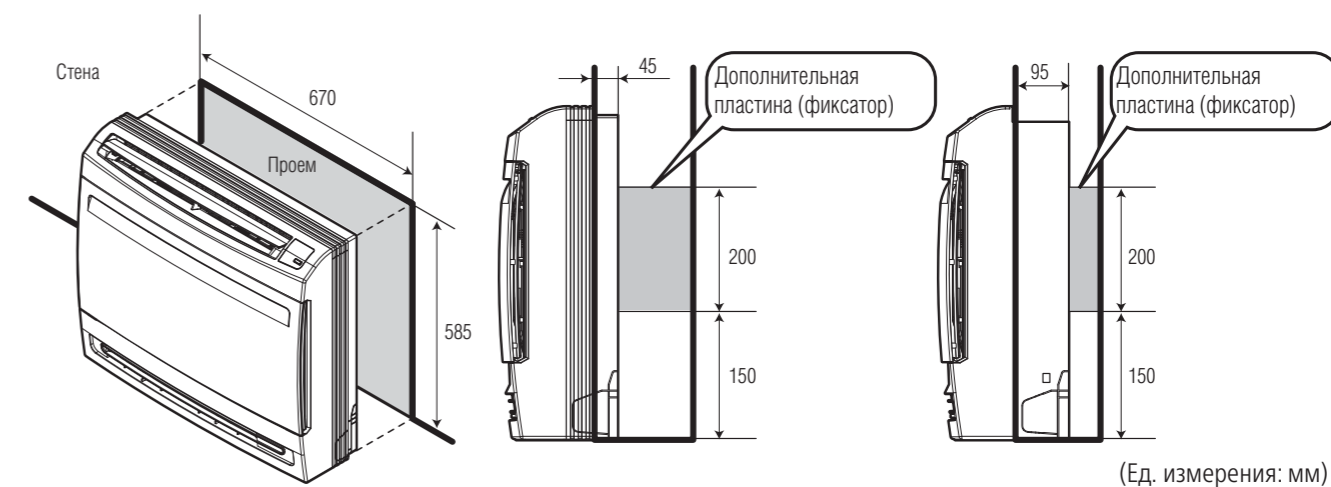

Рис.1
1. Прodelать отверстие в стене, как показано на рис.1